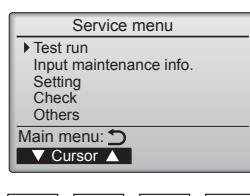

Fig. 7-3
③ С помощью кнопки [F1] или [F2] выберите пункт “Test run” (Тестовый прогон) и нажмите кнопку . (Fig. 7-3)